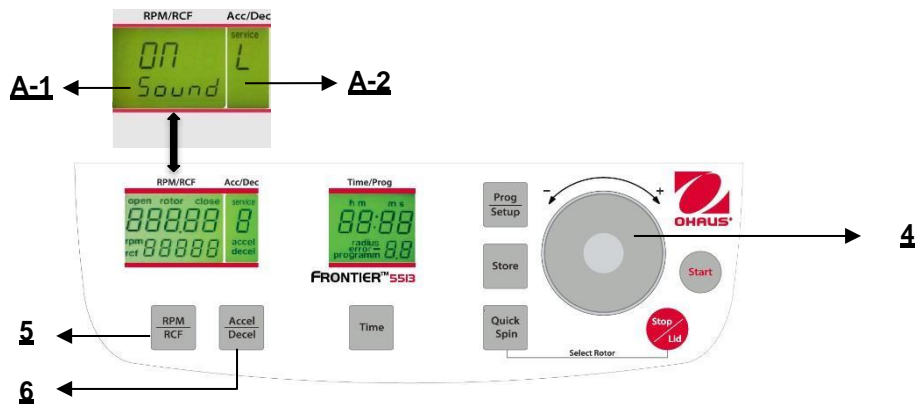

Figure. 29
Poursuivre conformément à la description du paragraphe 4.1.2 pour entrer dans ce mode de programme et appuyer ensuite sur la touche **"Accel/Decel"** (6). Sur l'affichage **"Acc/Dec"** (A-2), le mot **"Service"** clignote. Sélectionner maintenant la lettre **"L"** avec le cadran de réglage (4). Ceci entraîne l'apparition des mots **"On Sound"** sur l'affichage **"RPM/RCF"** (4). En appuyant maintenant sur la touche **"RPM/RCF"** (4), le mot **"On"** clignote et il devient possible de couper le son avec le cadran de réglage (4) (voir la figure 29).